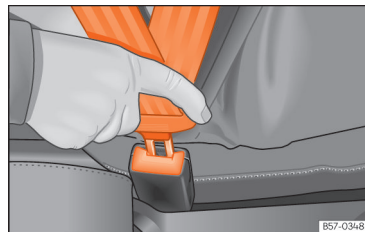

Fig. 22 Introduceți limba centurii de siguranță în catarama acesteia.
- Introduceți catarama centurii în catarama scaunului corespunzător » » fig. 22.